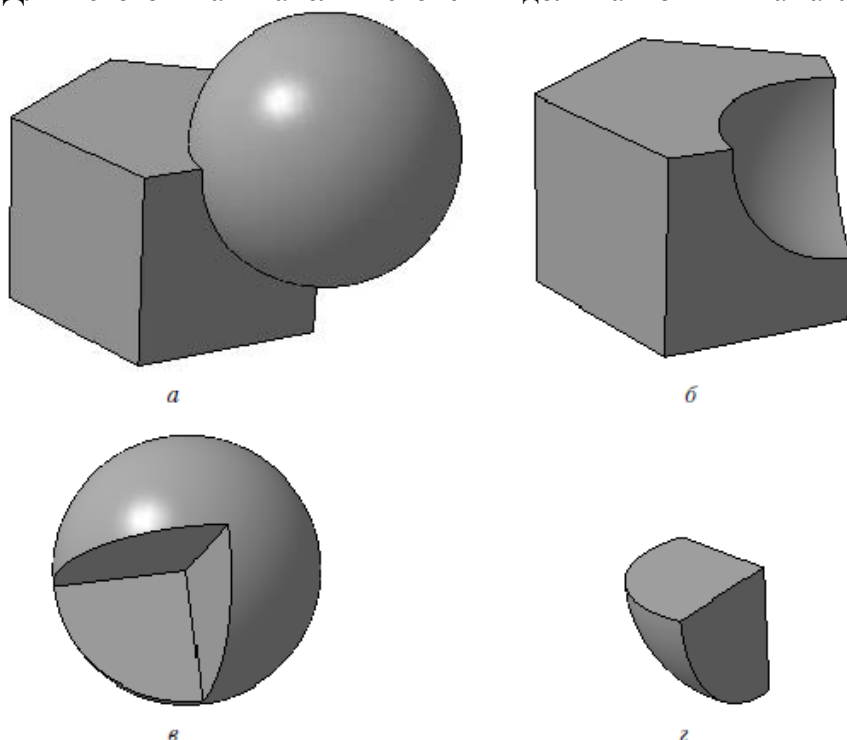

Рис. 3.16. Результат выполнения булевой операции: объединение (*а*), вычитание (*б*, *в*) и пересечение (*г*)
- тело, полученное объединением призмы и шара (рис. 3.16, а). Для этого на панели свойств в группе кнопок Результат операции нужно нажать кнопку Объединение
- тело, сформированное в результате вычитания шара из призмы, то есть вычитанием второго тела из первого (рис. 3.16, б). Для этого на панели свойств должна быть нажата кнопка Вычитание
- тело, полученное вычитанием призмы из шара (рис. 3.16, в). Поскольку вычитается всегда второе тело, вам необходимо изменить порядок указания тел. Этого можно добиться двумя способами. Первый – снять выделение с обоих тел, щелкнув на свободном пространстве модели, а затем заново указать тела для булевой операции, сначала щелкнув на шаре, а потом на призме. Второй и более правильный метод – изменить порядок тел в списке Список объектов на панели свойств (в этом списке каждое тело обозначается названием последней выполненной над ним формообразующей операции). Чтобы изменить
- тело, сформированное в результате пересечения двух указанных тел (рис. 3.16, *г*).